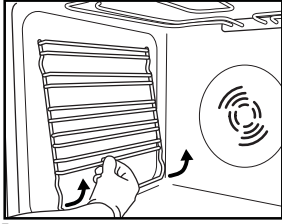

Fig. 3
1. Avlägsna tillbehörens guideskenor (fig. 3).